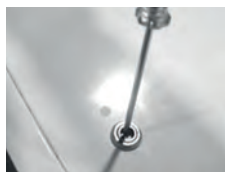

Figura 19
- Rimuovere il coperchio (per le versioni con cassetta): inserire un cacciavite nella scanalatura della serratura; ruotare il cacciavite in senso orario (Figura 19).